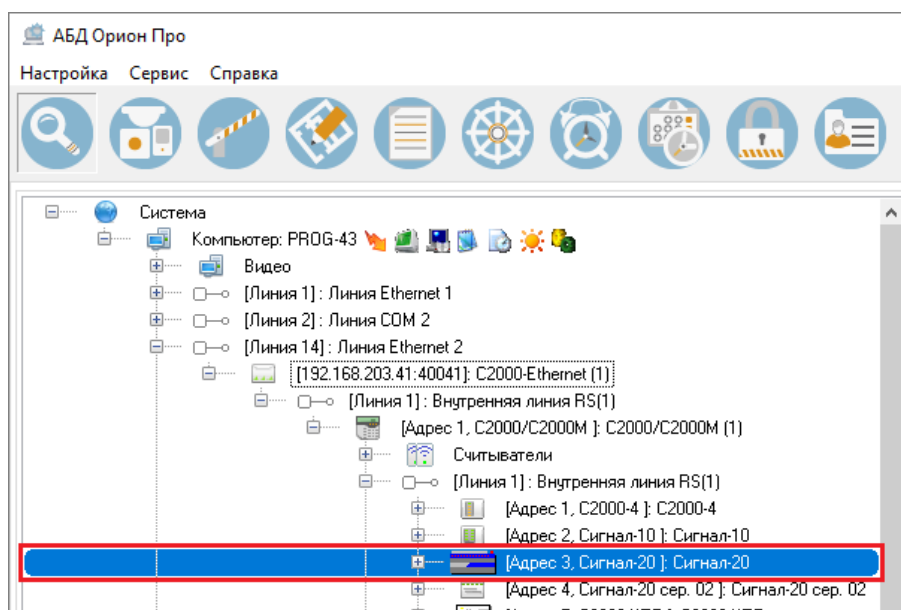

Рисунок 6-32 Выделение выбранного в результатах поиска элемента
- 4) В результате в дереве объектов будет выделен выбранный элемент (см. Рисунок 6-32).